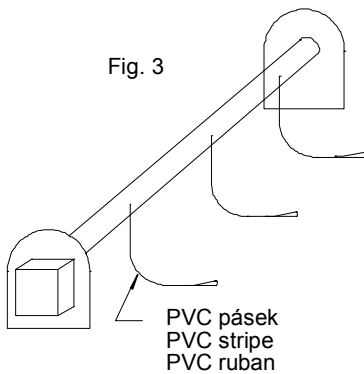
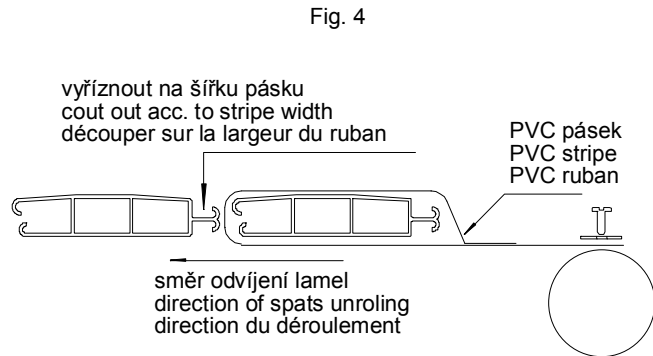

Fig. 3
Fig. 4
4. Při připevňování lamel k navíjecí tyči použijte šrouby a podložky M6. Těmi připevníte PVC pásek na navíjecí tyč (viz fig.3). Uvolněte první lamelu a navlékněte na ní PVC pásek (viz fig.4). Před spojením této lamely s ostatními se ujistěte, že všechny PVC pásy jsou připevněny rovnoběžně.
Při připevňování lamel k navíjecí tyči použijte šrouby a podložky M6. Těmi připevníte PVC pásek na navíjecí tyč (viz fig.3). Uvolněte první lamelu a navlékněte na ní PVC pásek (viz fig.4). Před spojením této lamely s ostatními se ujistěte, že všechny PVC pásy jsou připevněny rovnoběžně.